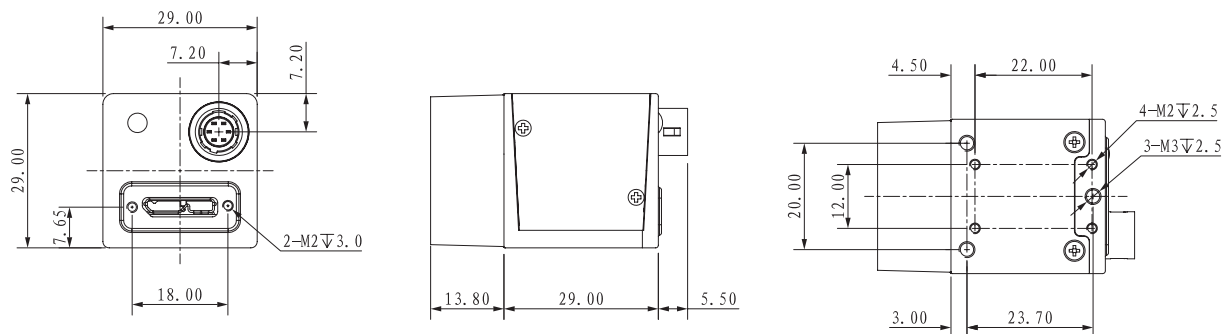

图 1-3: USB3.0 相机的物理尺寸。
■ 29 * 29 * 29mm USB3.0 相机尺寸图如图 1-3 所示。